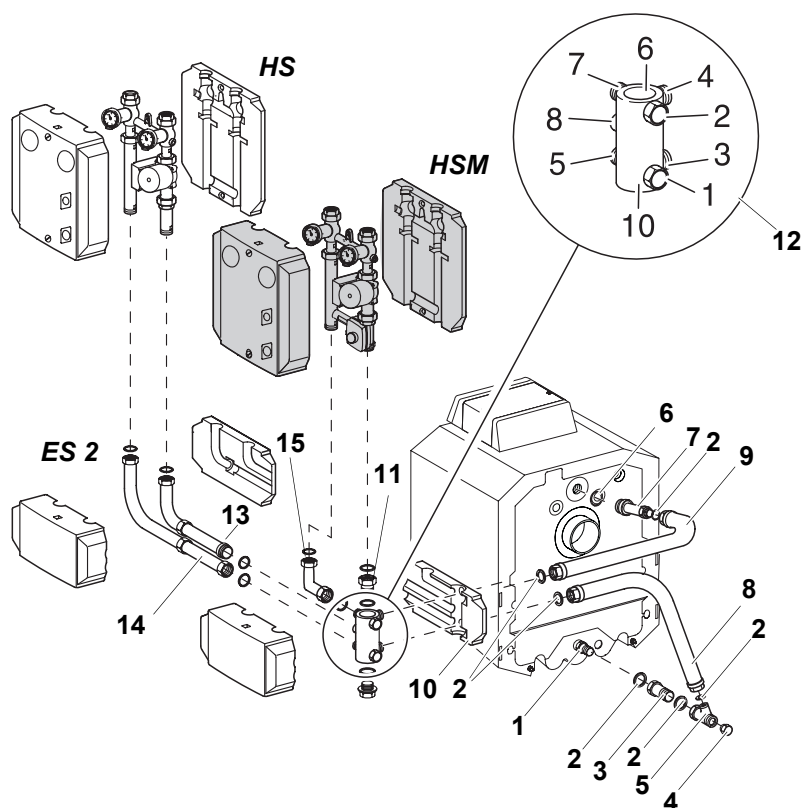

Рис. 11 Монтаж параллельно справа от котла
Нумерация штуцеров на встроенной многофункциональной гребенке должна обязательно соответствовать нумерации на рис. 11, иначе будут неправильно подключены подающая и обратная линии со стороны котла и со стороны отопительного контура!
- Установить трубу обратной линии (8) длинным коленом вниз на боковое ответвление тройника (5), положить уплотнение и затянуть резьбовое соединение.
- Установить горизонтально короткое колено трубы обратной линии (8) и затянуть резьбовое соединение между удлинительным элементом (3) и тройником (5).
- Привернуть заднюю торцевую крышку (4) к тройнику (5).
- Вырезать теплоизоляционный элемент (10) и установить на трубы подающей и обратной линий.
- Соединить штуцер N 4 многофункциональной гребенки (12) с трубой подающей линии.
- Завернуть переходник (11) с кольцом сверху в штуцер N 6 многофункциональной гребенки.
- Уложить уплотнения в уголок (15) и привернуть его длинный отвод к штуцеру N 7 многофункциональной гребенки. Ответвление уголка с резьбами (15) должно быть направлено вверх.
- Уложить уплотнения в переходник (11) и в уголок (15).
- Привернуть комплект со смесителем (HSM) или без него (HS) в соответствии с рис. 11.